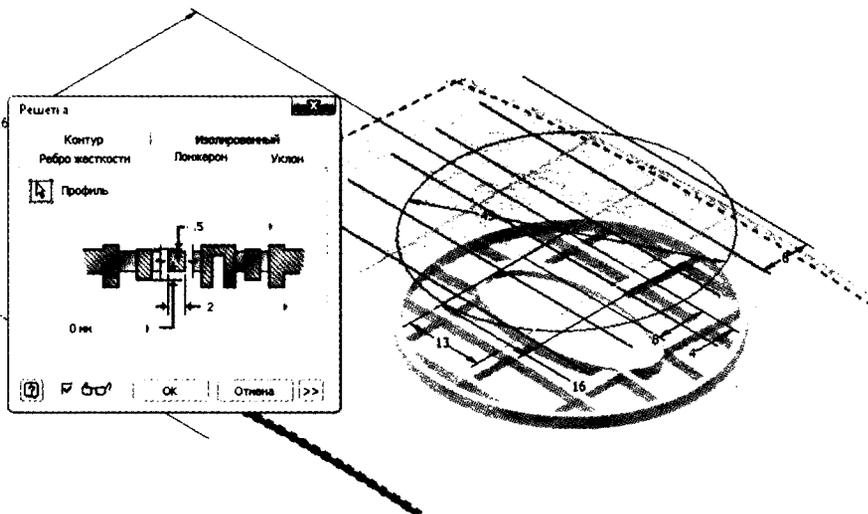

Рис. 9.11. Решетка перемещает несколько других элементов
8. Проверьте вашу модель по рис. 9.11.